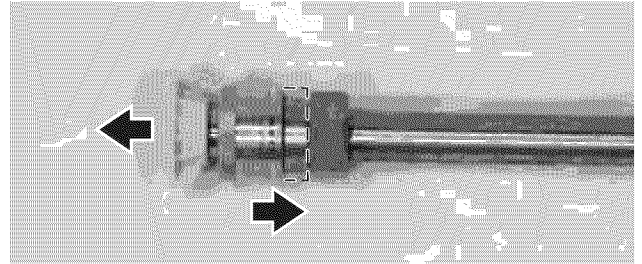

Figura 70 – Extracción de punta del atomizador
3. Extraiga la punta del atomizador del extremo de la extensión de la boquilla (Ver Figura 70).